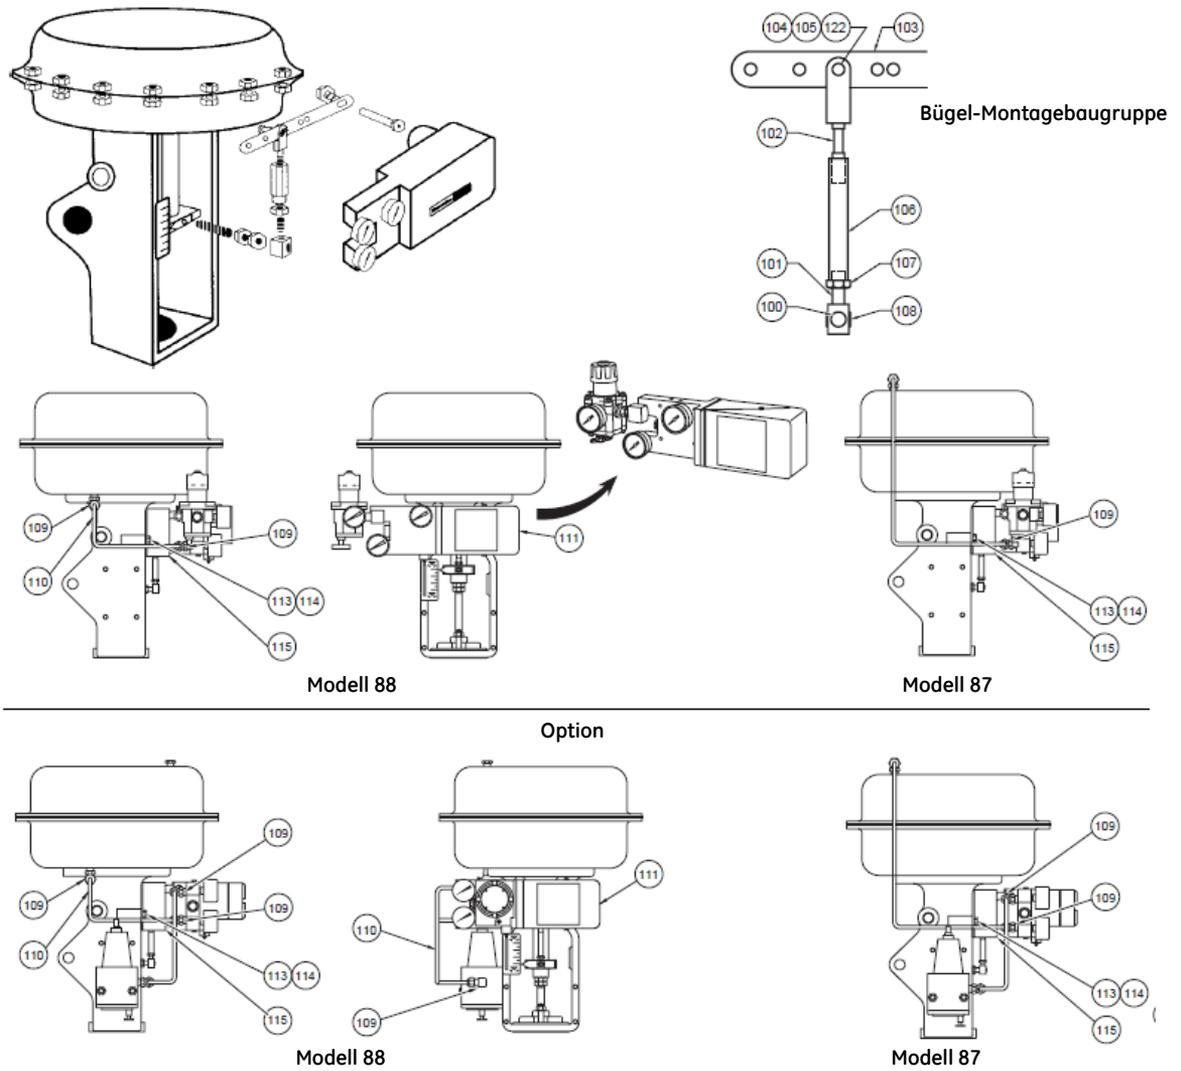

Abbildung 5 Stellglieder 87/88
1. Mit Hilfe der Schrauben (113) und Sicherungsscheiben (114) die Halterung (115) am Stellglied anbringen; dabei darauf achten, dass sich die Öffnung rechts von der Halterung (Abbildung 5) befindet.
2. Die Eingangswelle (42) ins Lager einsetzen und je eine Unterlegscheibe (40) an den beiden Lagerenden und einen Sicherungsring (37) auf der Nockenseite anbringen.
3. Den hinteren Hebel (103) mit einer Schraube (38) und der Sicherungsscheibe (39) auf der Eingangswelle befestigen.
4. Den Bügel (102), die Bügelachse (104), die Unterlegscheibe (122) und den Überbrückungsstift (105) in der hierfür vorgesehenen Bohrung des hinteren Hebels anbringen. Die Lage der Bohrung hängt vom erforderlichen Hub des Ventils ab.